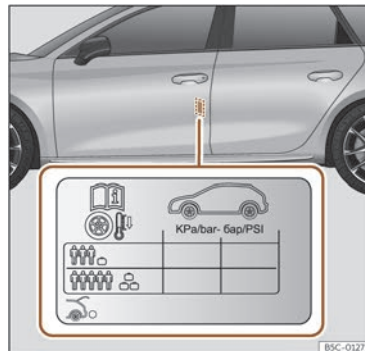

Fig. 226 Emplacement de l'autocollant de gonflage des pneus.
- Adaptez la pression des pneus en fonction de la charge transportée par le véhicule >>> **fig. 226.**
Les valeurs de pression de gonflage figurent sur l'autocollant situé sur la face arrière du cadre de la portière avant gauche >>> **fig. 226.**
Adaptez la pression de gonflage des pneus à la charge du véhicule. Si le véhicule est chargé au maximum, vous devez augmenter la pression de gonflage jusqu'à la valeur maximale de charge indiquée sur l'autocollant >>> **fig. 226.**
Dans le cas de la roue de secours de taille réduite (125/70 R16 ou 125/70 R18), la gonfler à une pression de 4,2 bar comme indiqué sur l'autocollant de pression des pneus >>> **fig. 226.**
- Le conducteur est responsable de la pression correcte de tous les pneus de son véhicule. La pression de gonflage recommandée est indiquée sur un autocollant >>> **fig. 226.**
- Avec les pneus à froid, la pression devra toujours être celle indiquée sur l'autocollant >>> **fig. 226.**